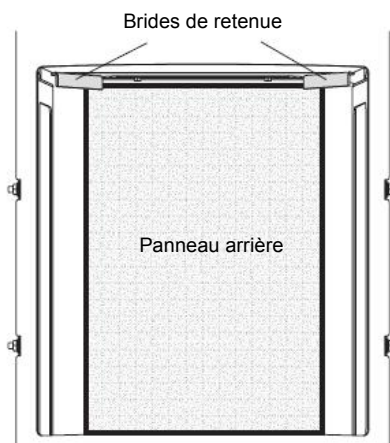

Figure 25a.
1. Installez le panneau arrière, en vous assurant que les bords biseautés sont dirigés vers l'arrière, pour s'agencer aux angles des parois de la chambre de combustion. Inclinez le panneau pour insérer le bord supérieur derrière les deux brides de retenue, au haut de la chambre de combustion. Poussez le panneau bien au fond et centrez-le entre les parois de la chambre de combustion. Voir fig. 25a.